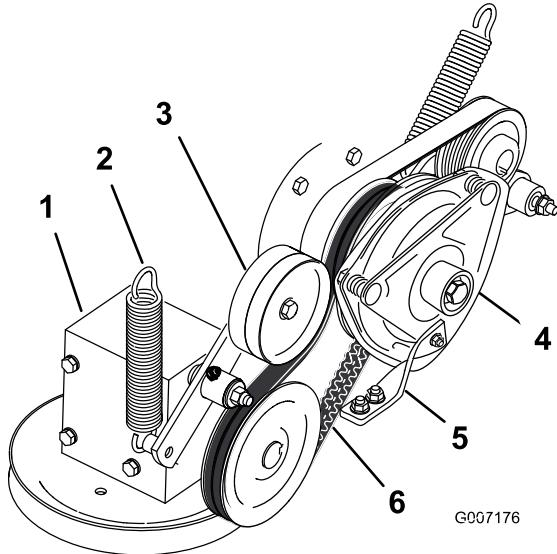

Bild 70
| 4. Entfernen Sie die Feder vom Spannarm (Bild 70).     |                             |
7. Verlegen Sie den neuen Zapfwellen-Treibriemen um die Kupplungs- und Getriebespannscheibe (Bild 70).
9. Haken Sie die Feder wieder in den Spannarm ein (Bild 70).